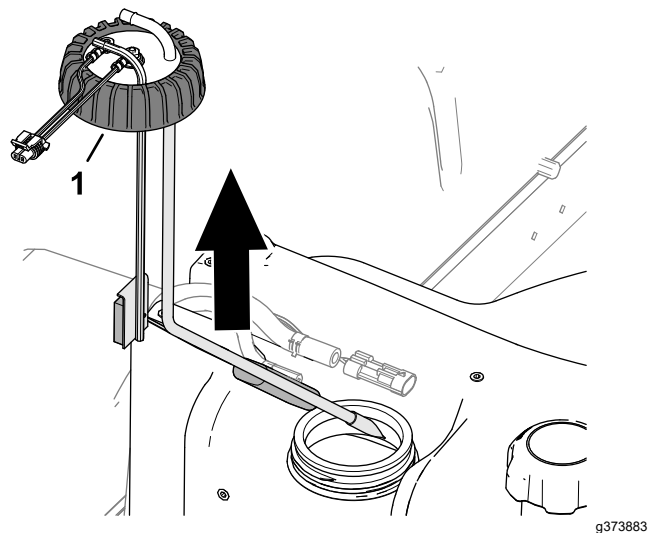

Figura 94
5. Afloje el tapón del sensor de combustible (Figura 94).